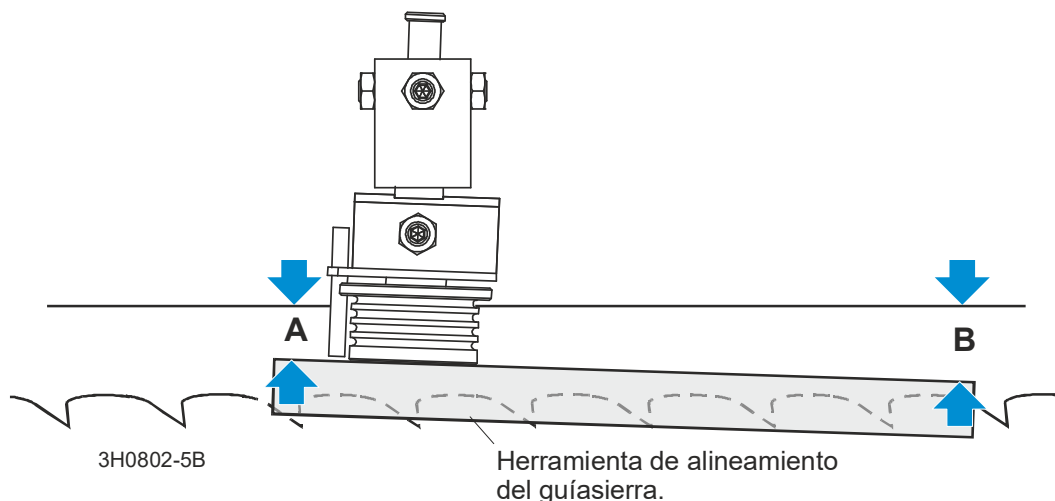

FIG. 8-6
2. Saque la pinza de la herramienta de alineación del guiasierra y coloque la herramienta contra la cara del rodillo del guiasierra exterior. Vea FIG. 8-6.